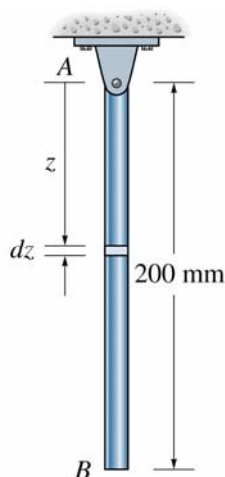

Figura 5.
- 1- A haste delgada apresentada na Figura 5 está submetida a um aumento de temperatura ao longo de seu eixo, o que cria uma deformação normal na haste de $\varepsilon_z = 40(10^{-3})z^{1/2}$, em que z é dado em metros. Determinar (a) O deslocamento da extremidade B da haste devido ao aumento de temperatura e (b) a deformação normal média da haste.